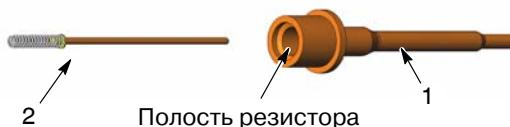

Рис. 24 Извлечение резистора из держателя
- См. рис. 24. Вынуть резистор (2) из держателя (1).
- См. рис. 24. Впрыснуть примерно 0,60 мл диэлектрической пластичной смазки в полость резистора.